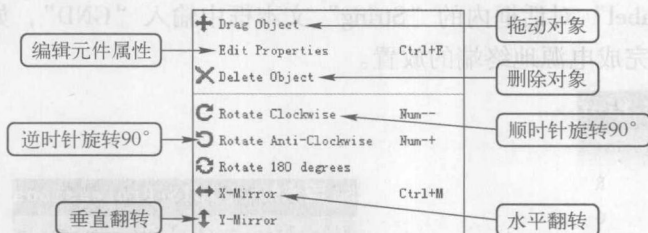

图 1-13 右键单击元器件弹出的快捷菜单(部分)
(2) 移动和旋转元件。用鼠标右键单击 AT89C51 单片机, 弹出如图 1-13 所示的快捷菜单。本例只需要对单片机进行垂直翻转操作, 所以选择“Y-Mirror”命令即可。